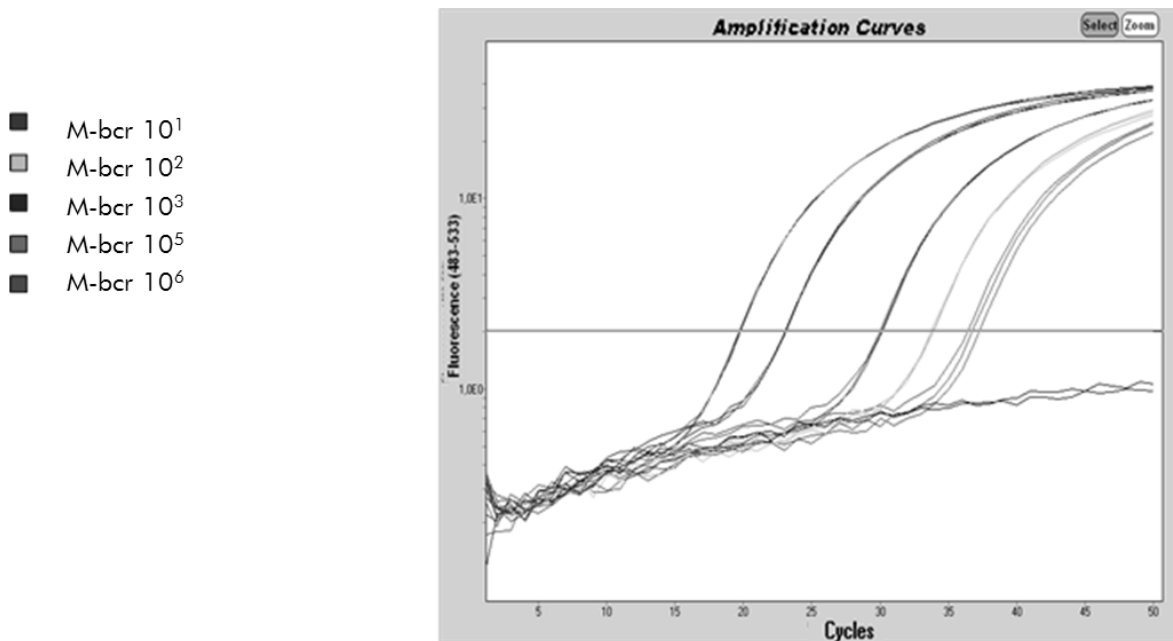

Figure 8. Détection des standards BCR-ABL Mbc (F1–F5). 10^1 , 10^2 , 10^3 , 10^5 , 10^6 copies/ 5μ l.
En utilisant des standards ayant un nombre connu de molécules, on peut établir une courbe standard et ainsi déterminer la quantité de cible exacte présente dans l'échantillon. Les courbes standard d'*ipsogen* sont basées sur les plasmides ; nous utilisons 3 dilutions plasmidiques standard pour le gène contrôle (CG) et 5 dilutions standard pour le gène de fusion (FG) afin de garantir la précision des courbes standard. Les figures 8 et 9 montrent un exemple de courbes d'amplification TaqMan obtenues à l'aide du kit *ipsogen* BCR-ABL Mbc.